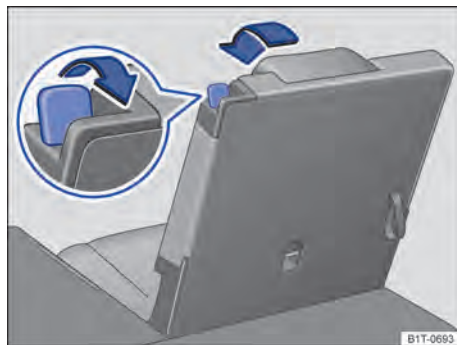

Fig. 96 Terceira fileira: rebater para a posição do assoalho do compartimento de bagagem
- Puxar a alavanca de destravamento → Fig. 96 totalmente para trás, para destravar o encosto do banco traseiro.
- Uma marcação vermelha na alavanca de destravamento → Fig. 96 aponta que um encosto do banco traseiro não está travado. No estado de travamento, a marcação vermelha não pode estar visível.